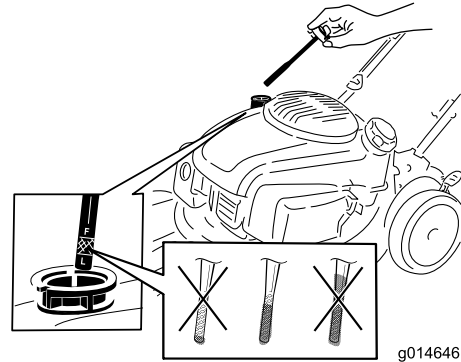

Figura 4
1. Retire la varilla (Figura 4).
2. Vierta aceite **lentamente** por el tubo de llenado hasta que el nivel de aceite llegue a la marca de Lleno de la varilla (Figura 4). **No llene demasiado.** (Capacidad máxima: 0.65 L, tipo: aceite detergente 10W-30 o SAE 30, con clasificación de servicio API, SJ, o superior.)
Nota: Cada vez que compruebe el nivel de aceite, retire la varilla y límpiela, introdúzcala en el cuello de llenado de aceite (**sin enroscarla**), luego retírela de nuevo y compruebe el nivel (Figura 4).